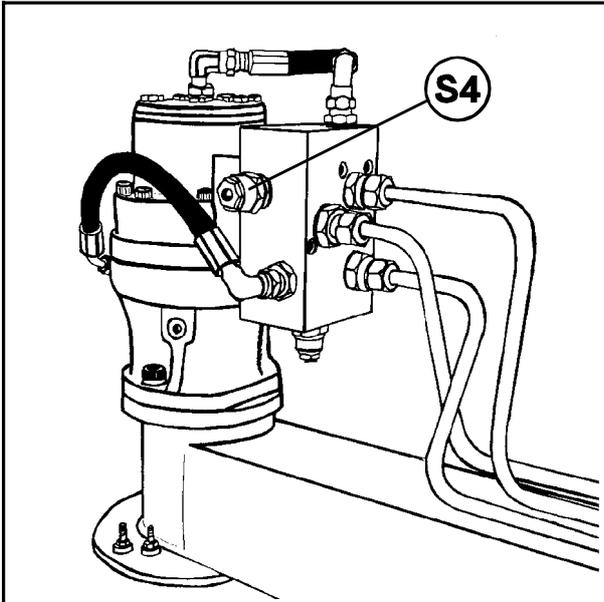

Bild 14-4
- b) **Sicherheitsventil an der Plusseite.** (S4, Abb.14-4).